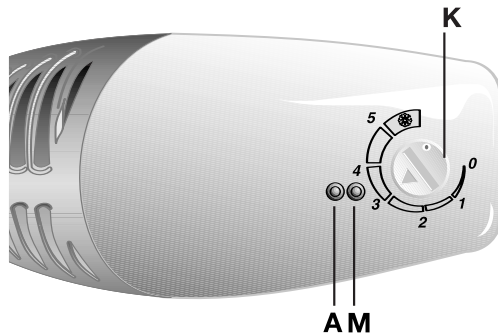

fig. 6
- Placez le bouton **K** (fig. 6) après la position **5** ❄️ la lampe témoin orange **A** (fig. 6) s'allume (la fonction Super est activée seulement quand la lampe témoin est allumée).